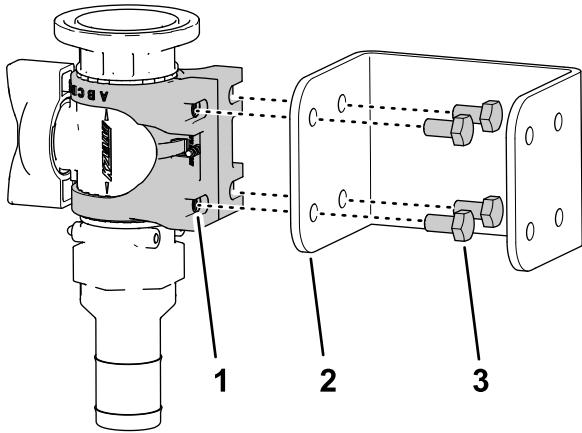

Bild 41
5. Befestigen Sie die Ventilbefestigung mit den vier Bundkopfschrauben (M6 x 12 mm) und vier Flachscheiben an der Regelventilhalterung (Bild 41); ziehen Sie die Schrauben mit 10–12 N·m an.